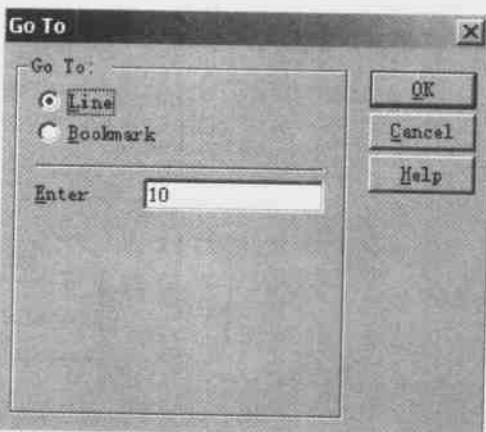
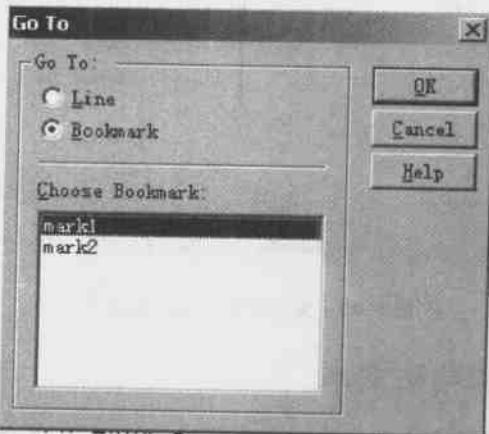

图 3.47 Go To 对话框
图 3.48 已经设置的书签
- (1) 在 Edit 菜单中选择 Go To 命令,将出现 Go To 对话框,如图 3.47 所示。
- (2) 选中 Line 项,在 Enter 栏中填入需要查找的行号,图中是第 10 行,单击 OK,则光标将自动跳到第 10 行去。
- (3) 选中 Bookmark 项,则出现文件中已经设置的所有书签,如图 3.48 所示。
(4) 单击需要查找的书签, 图 3.48 中是 mark1, 单击 OK, 则光标将自动跳到 mark1 处。如图 3.49 所示。RESULTS 前面的小旗, 表示书签 mark1。